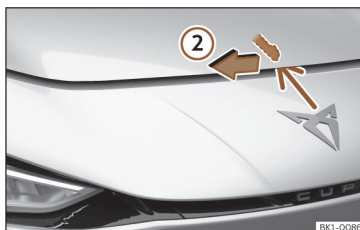

Abb. 156 Hebel unter der Motorraumklappe.
- Um die Motorraumklappe zu öffnen, drücken Sie den Hebel unterhalb der Motorraumklappe in der Mitte mit der Hand nach links »» Abb. 156 ②. Die Fanghaken werden entriegelt.